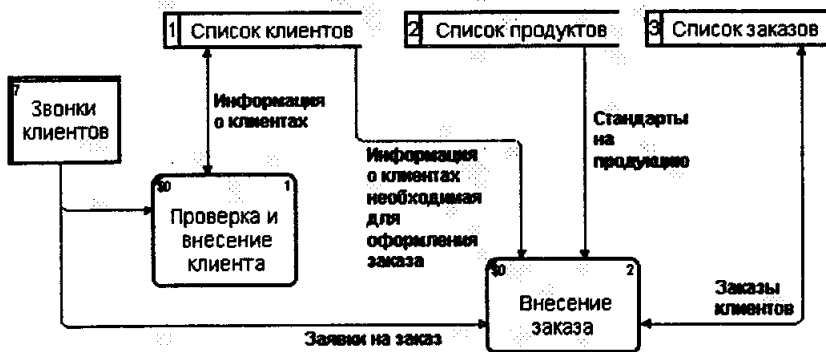

Рис. 8. Диаграмма A22
7) Создайте внутренние ссылки согласно рис. 8. При именовании стрелок используйте словарь.